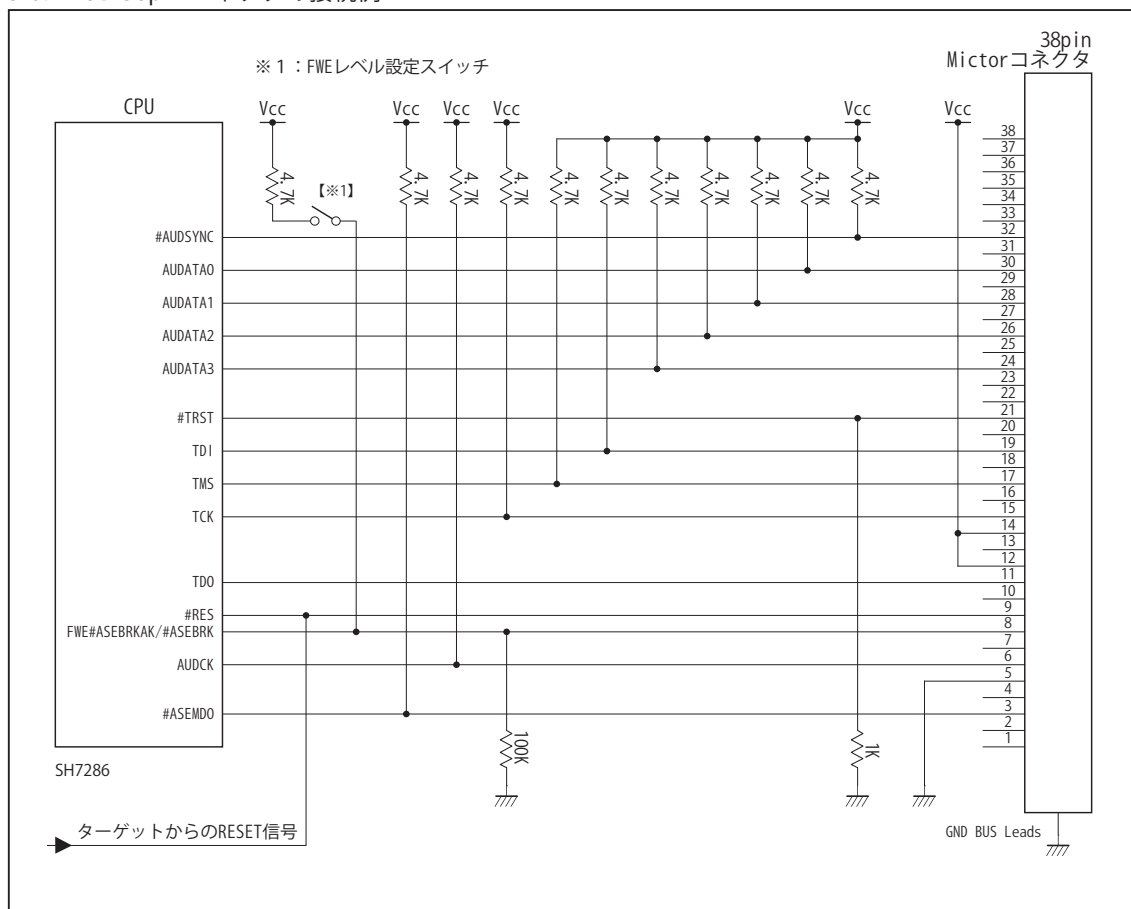

図9. AUD 38pin コネクタ接続図 (SH7286)
- ・図9に記載されている抵抗値は参考値です。
- ・FWE 端子 (入力端子) は #ASEBRKAK/#ASEBRK 端子 (入出力端子) とマルチプレクサされています。そのため FWE 端子のレベル設定は Vcc や GND に直結せず、図9の様にプルアップ/プルダウン抵抗で行って下さい。
- ・接続参考図の図 4 ～図 9 を修正。FWE 信号の処理方法を追加。
- ・使用上の注意・制限事項 (8)、(13) を修正。